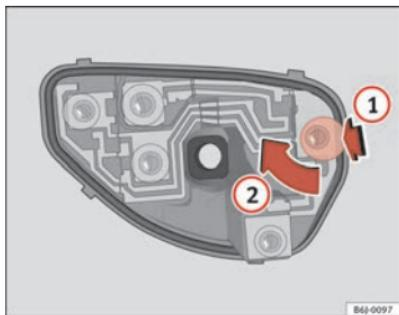

Fig. 148 Cambio lámparas luces posteriores
- Una vez retirado el portalámparas, presione en sentido de la flecha 1 y gire a la vez en sentido de la flecha 2 ⇒ fig. 148. ■